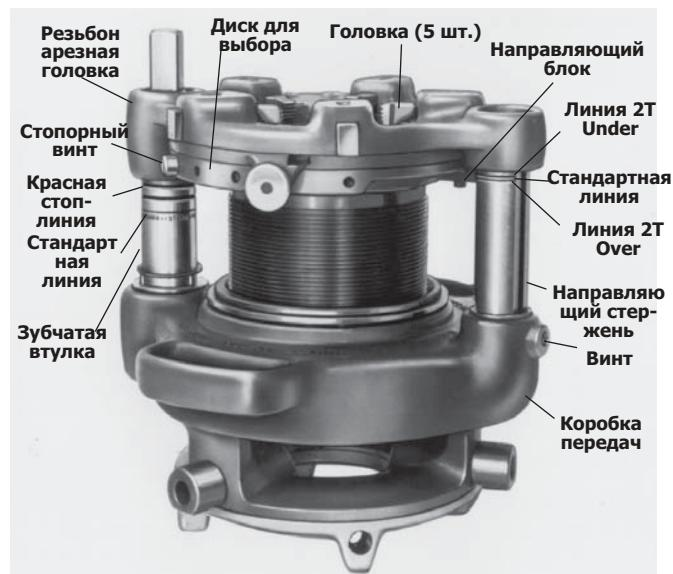

Рисунок 23 – Головка №141 с зубчатой передачей
- Выкрутите стопорный винт (рисунок 23) из диска для выбора.